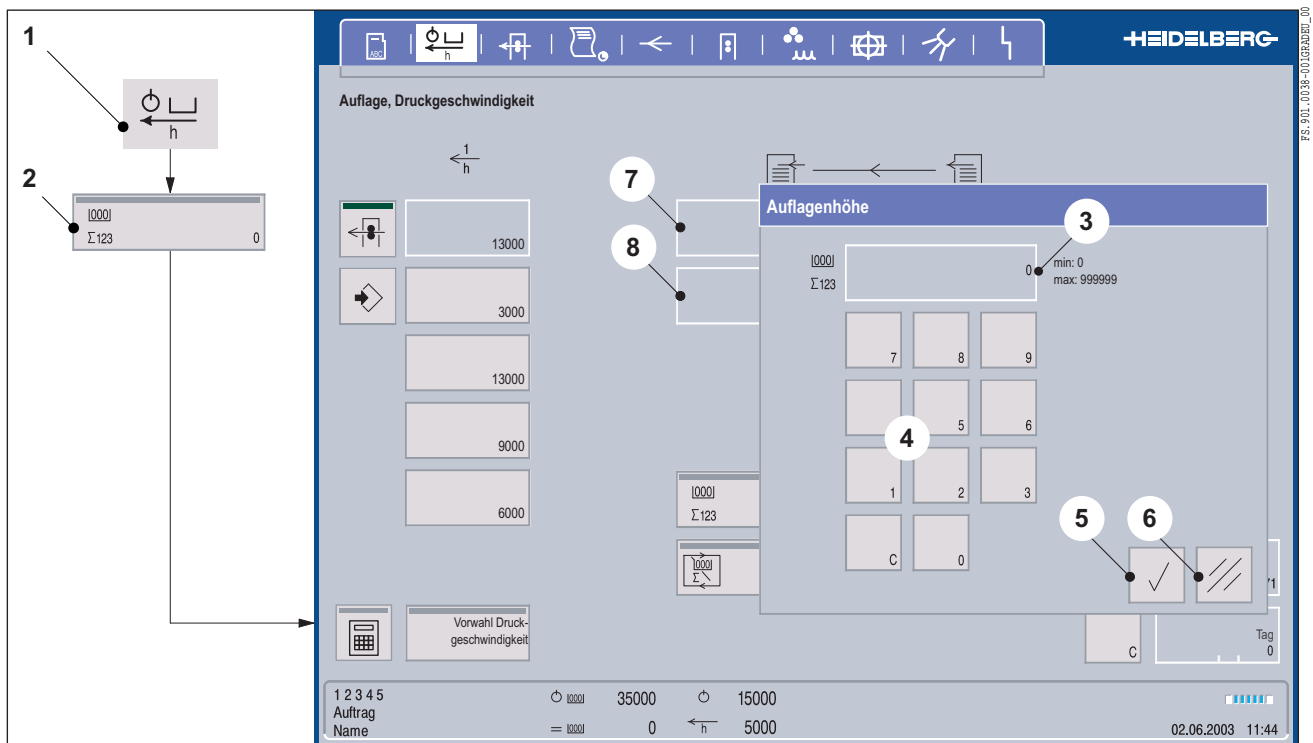
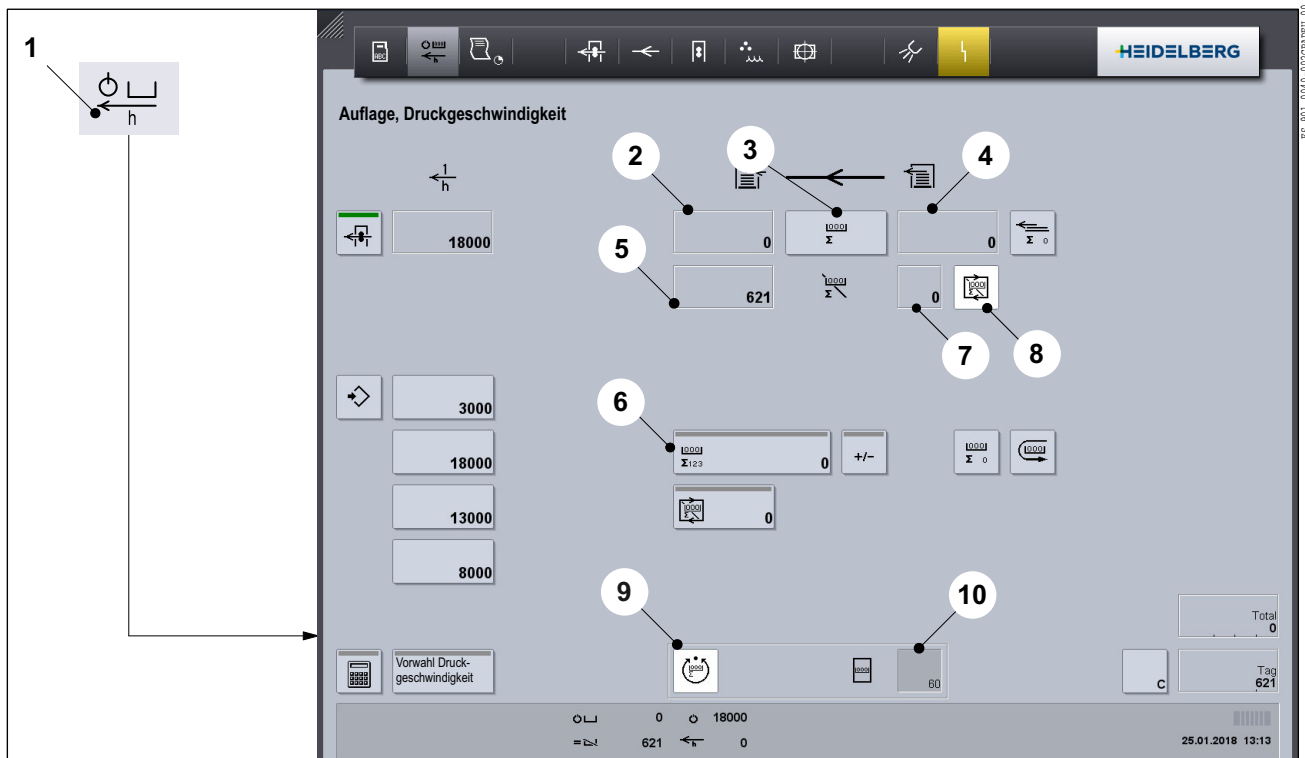

Abb. 2 Fenster Auflagenhöhe
Abb. 4 Menü Auflage, Druckgeschwindigkeit
1. Drücken Sie in der Kopfzeile die Taste *Auflage, Druckgeschwindigkeit* (Abb. 2/1). Das Menü **Auflage, Druckgeschwindigkeit** erscheint.
2. Drücken Sie die Taste *Sollauflage* (Abb. 2/2). Das Fenster **Auflagenhöhe** (Abb. 2) erscheint.
3. Geben Sie mit der Zifferntastatur (Abb. 2/4) die gewünschte Sollauflage ein. Der Wert erscheint im Anzeigefeld (Abb. 2/3). Wenn Sie die Eingabe bestätigen, werden der Auflagenzähler (Abb. 2/7) und der Makulaturzähler (Abb. 2/8) auf 0 zurückgesetzt.
4. Eingabe bestätigen: Drücken Sie die Taste *OK* (Abb. 2/5).
Vorgang abrechnen: Drücken Sie die Taste *Löschen* (Abb. 2/6).
3. Eingabe bestätigen: Drücken Sie die Taste *OK* (Abb. 2/6).
Vorgang abbrechen: Drücken Sie die Taste *Löschen* (Abb. 2/7).
Im Menü **Auflage, Druckgeschwindigkeit** (Abb. 4) können Sie den Auflagenzähler und den Makulaturzähler für den aktuellen Druckauftrag einstellen.
1. Drücken Sie die Taste *Sollauflage* (Abb. 4/6). Das Fenster **Auflage/Auflagenhöhe** (Abb. 2) erscheint.
2. Geben Sie über die Zifferntastatur (Abb. 2/4) die gewünschte Bogenanzahl ein. Der Wert erscheint im Anzeigefeld (Abb. 2/3). Wenn Sie die Eingabe bestätigen, werden der Auflagenzähler
(Abb. 4/2) und der Makulaturzähler (Abb. 4/5) auf 0 zurückgesetzt.
3. Schalten Sie den Auflagenzähler (Abb. 4/3) aus. Gedruckte Bogen werden auf dem Makulaturzähler (Abb. 4/5) gezählt. Wenn der Einrichtungintervallzähler (Abb. 4/8) eingeschaltet ist, werden die gedruckten Bogen von der "Restauflage Einrichtungintervall" (Abb. 4/7) abgezogen.
4. Sobald Sie keine Makulatur mehr produzieren, schalten Sie den Auflagenzähler (Abb. 4/3) ein. Der Makulaturzähler (Abb. 4/5) bleibt stehen. Die gedruckten Bogen werden auf den Auflagenzähler (Abb. 4/2) gezählt.
1. Drücken Sie auf den Zählerwert (Abb. 4/10).
3. Aktivieren Sie die Funktion "Gutbogenzähler automatisch starten" (Abb. 4/9).